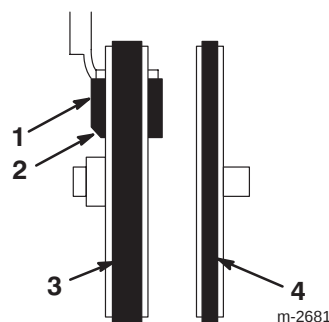

Figura 34
17. Verificate che la pastiglia del freno sia correttamente montata sul braccio del freno. Posizionate l'angolo smussato sulla pastiglia, come illustrato nella Figura 34.
13. Verificate che la pastiglia del freno sia stata montata correttamente sul braccio del freno. Posizionate l'angolo smussato sulla pastiglia, come illustrato nella Figura 34.